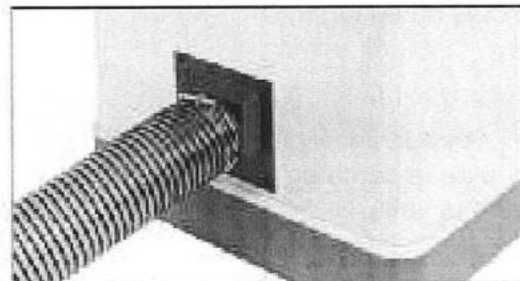

Figura 22.
1. Montar una manguera de polvo 4" a través del puerto de polvo, como se muestra en la Figura 22, y apretarlo fuertemente con una abrazadera de manguera.